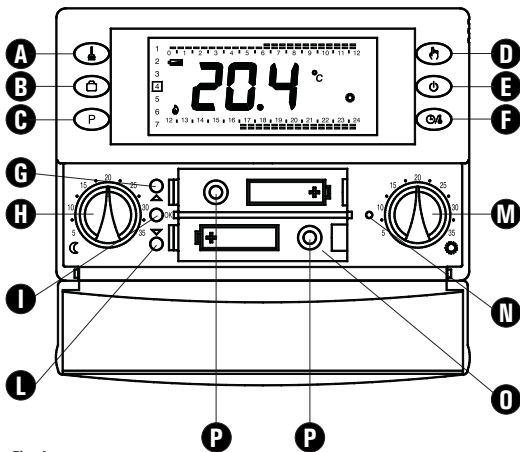

Fig. 4
1. Ouvrir le volet d'accès au logement des piles (Fig. 4).
4. Effectuer au besoin, une réinitialisation au moyen de la touche indiquée à N de la Fig. 4. **NE PAS UTILISER DES AIGUILLES OU DES INSTRUMENTS QUI PUISSENT ENDOMMAGER IRRÉMÉDIABLEMENT LE CHRONOTHERMOSTAT.**
5. Insertar las pilas en el compartimiento pilas (O de Fig. 4); ver párrafo 'INSERCIÓN/SUSTITUCIÓN BATERÍAS'.
Introducir las pilas respetando la polaridad indicada en el compartimiento pilas (ver párrafo 'INSERCIÓN/SUSTITUCIÓN BATERÍAS') y realizar la operación de reiniciación actuando con un objeto con punta a través del orificio dedicado (N de Fig. 4); **NO USAR UNA AGUJA O INSTRUMENTOS QUE PUEDAN DAÑAR IRREPARABLEMENTE EL CRONOTERMOSTATO.**
'OK': Programación hora e día de la semana corriente (I de Fig. 4);
'▲': Adelante (G de Fig. 4);
'▼': Atrás (L de Fig. 4);
La temperatura de Confort se ajusta mediante el mando giratorio '🌀' (M de Fig. 4) mientras que la temperatura Reducción se ajusta mediante el mando giratorio '⌚' (H de Fig. 4).